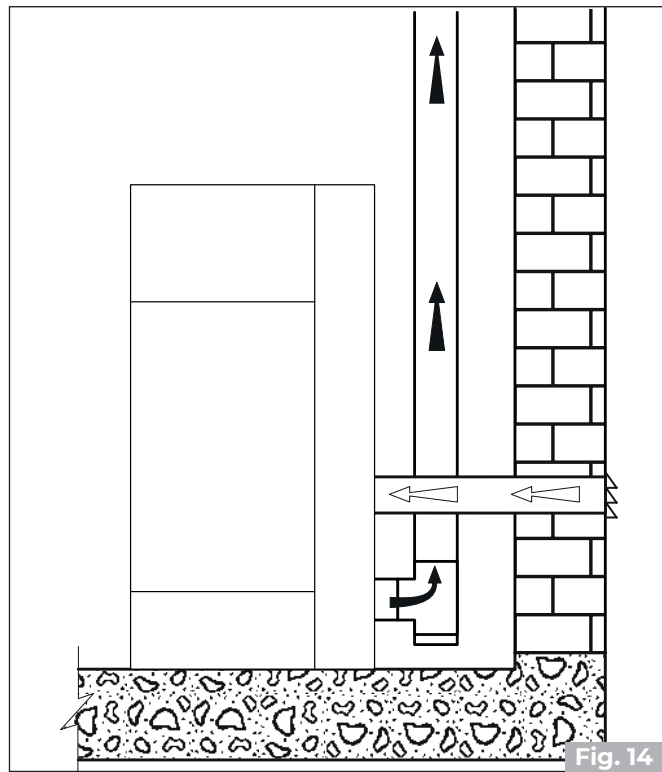

Fig. 14
- relier l'entrée d'air de combustion de l'appareil à la prise d'air avec un conduit approprié (Fig. 12-Fig. 14).